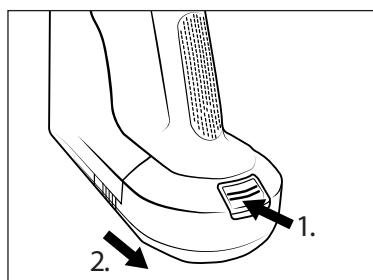

Abb. 13
- ◆ Um den Akku 2 vom Gerät zu entfernen, halten Sie die Akku-Entriegelungstaste 1 gedrückt und ziehen Sie den Akku 2 aus dem Gerät (siehe Abb. 13).